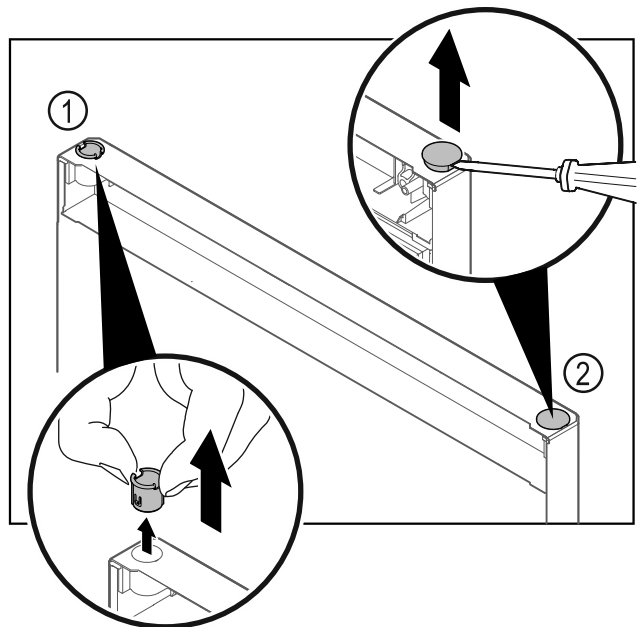

Fig. 23
- ▶ Scharnierbuchse Fig. 23 (1) mit den Fingern herausziehen.
- ▶ Abdeckstopfen Fig. 23 (2) vorsichtig mit einem Schlitzschraubendreher anheben und herausziehen.